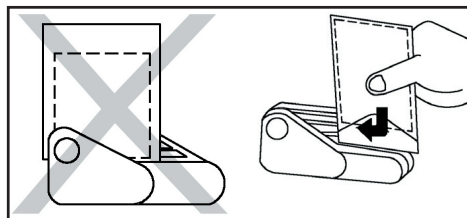

Abb. 2
- Portare il contenuto della busta sul lato che non si desidera aprire. Inserire l'estremità desiderata dell'apertura della busta lungo la guida e spingerla come illustrato in Fig. 2. La macchina si avvia automaticamente, tagliando e aprendo la busta. Nell'inserimento della busta nella guida non fermarsi a metà del percorso, perché in tal caso la macchina non si avvia.